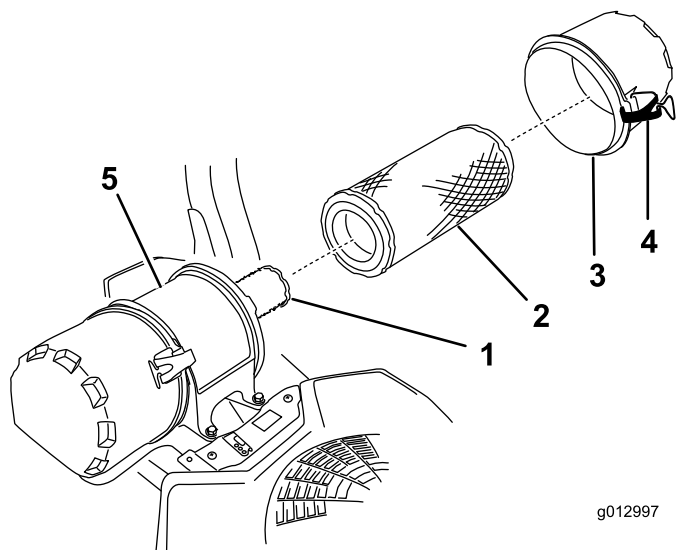

Figura 57
6. Abra los cierres del limpiador de aire y tire de la tapa de la entrada de aire para separarla del cuerpo del limpiador de aire (Figura 57).
8. Extraiga con cuidado el filtro primario de la carcasa del limpiador de aire (Figura 57).
2. Si va a cambiar el filtro de seguridad, deslícelo cuidadosamente en el cuerpo del filtro (Figura 57).
3. Deslice cuidadosamente el filtro primario por encima del filtro de seguridad (Figura 57).
4. Instale la tapa del limpiador de aire y fije los cierres (Figura 57).